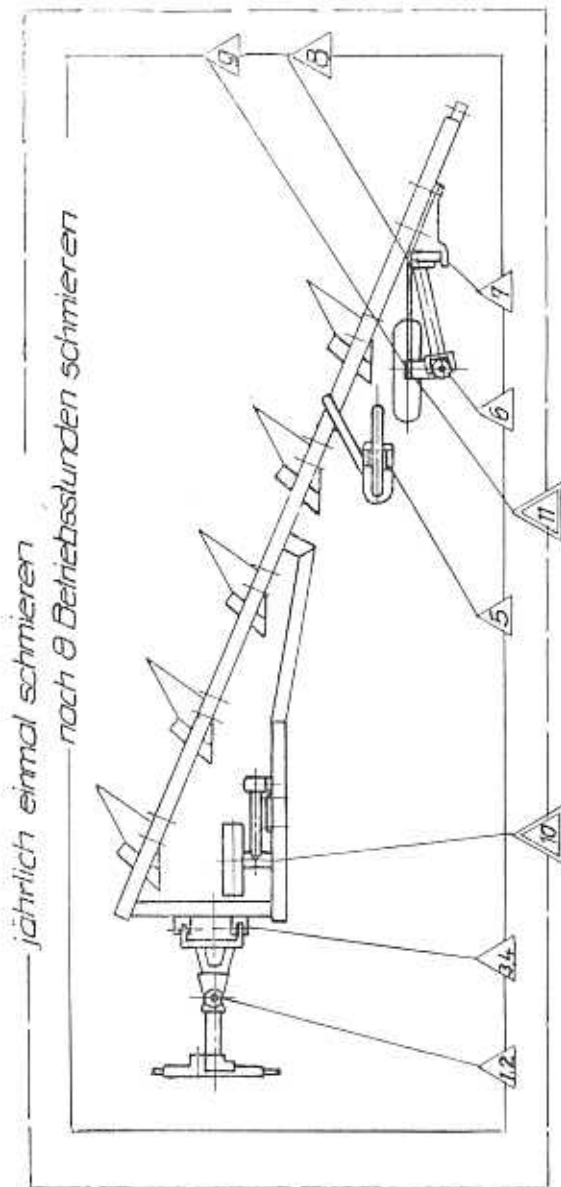

Abb. 22 Schmierplan
1. Alle Schmierstellen laut Schmierplan abschmieren (Abb. 22).
Alle gelb gekennzeichneten Schmierstellen sind nach dem Schmierplan (Abb. 22) einmal täglich mit Maschinenfett zu schmieren, Spindeln und Gleitstellen sind einzufetten.